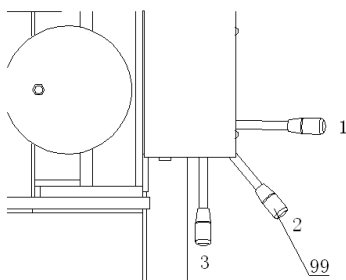

Fig. 10
Colocar a alavanca seletora (99) na posição 3. (fig. 10)
Rodar a alavanca seletora (99) para a posição 1. (Fig. 10)